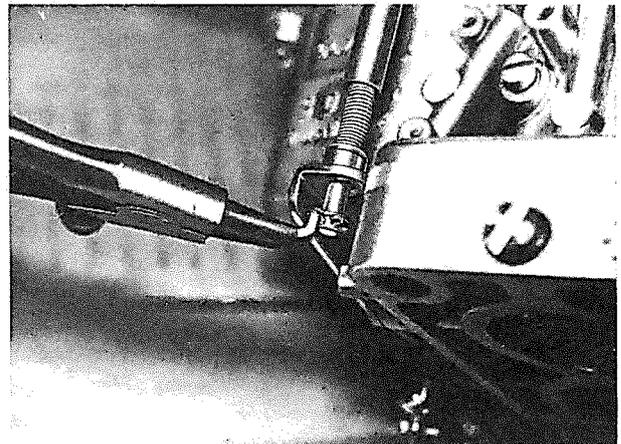

Bild 22
2. Ist das Spiel zu groß, setzt die Innenbelüftung zu spät ein. Durch Öffnen des Klemmringes mit einer Seegerringzange und Hochschieben kann der richtige Abstand von 1 mm wieder hergestellt werden. **Bild 22**